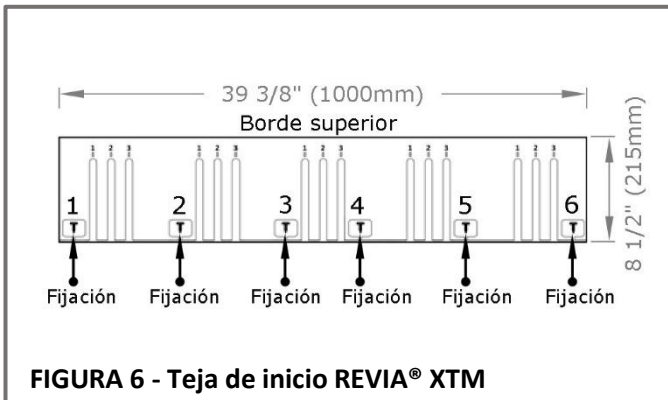

FIGURA 6 - Teja de inicio REVIA® XTM
- Fije las tejas de inicio con **seis fijaciones** ubicadas dentro de los recuadros indicados en la teja. Vea la **Figura 6**.